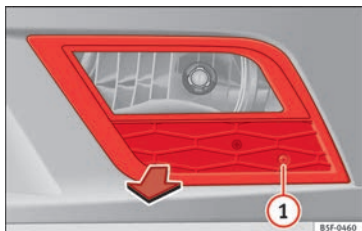

Fig. 104 Faro antiniebla.
- Retire el tornillo » fig. 104 ① de la reja del faro antiniebla utilizando un destornillador.